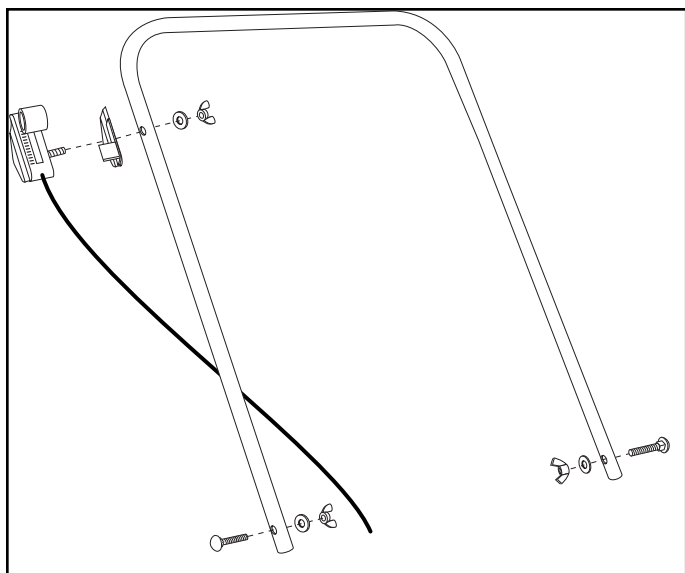

FIGURA 1
1. Instale el tubo de la manija en los tubos de las patas, usando dos pernos de carruaje de 1/4" x 2" y tuercas de mariposa. Vea la figura 1.
2. Fije el Cable de Control en el tubo de la manija, usando un perno de carruaje de 1/4" x 2" y una tuerca de mariposa de nilón. Vea la figura 1.
2. Para hacer la aplicación más fácil, haga primero el rociado en las cabeceras de los bordes más cortos del prado, creando franjas de giro en los dos extremos y, luego, rocíe entre las dos franjas el resto del prado. Vea la Figura 1.